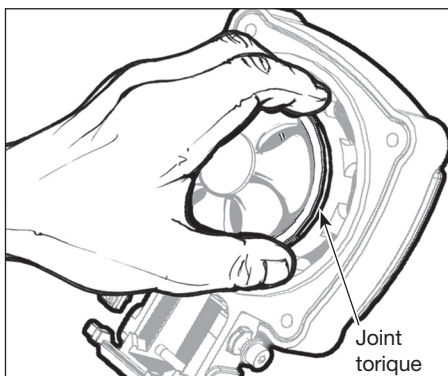

Figure 5
1. Sans exercer de pression sur les pales du ventilateur, tenir le joint torique de la tête du cylindre entre le pouce et l'index d'une main, et sortir le joint torique de la rainure en appliquant une légère pression tout en tirant (voir la figure 5).